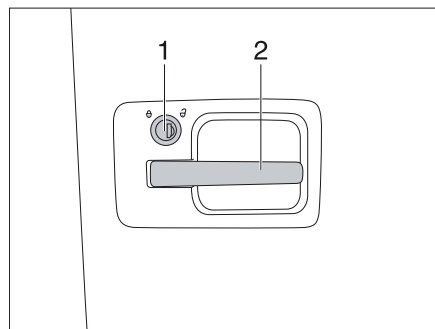
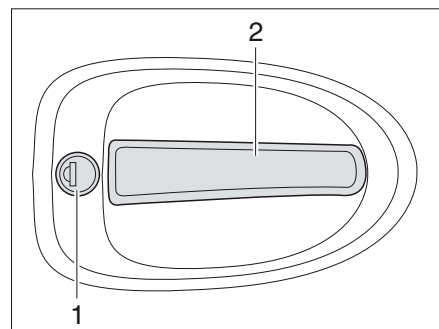

Fig. 20 Serrure de la porte, à l'extérieur
Fig. 21 Serrure de la porte, à l'extérieur
- Introduire la clé dans le cylindre de fermeture (Fig. 20,1 e Fig. 21,1) et tourner dans le sens des aiguilles d'une montre jusqu'à ce que la serrure de porte soit déverrouillée.
- Tirer sur la poignée de la porte (Fig. 20,2 e Fig. 21,2). La porte est ouverte.
- Introduire la clé dans le cylindre de fermeture (Fig. 20,1 e Fig. 21,1) et tourner dans le sens inverse des aiguilles d'une montre jusqu'à ce que la serrure de porte soit verrouillée.